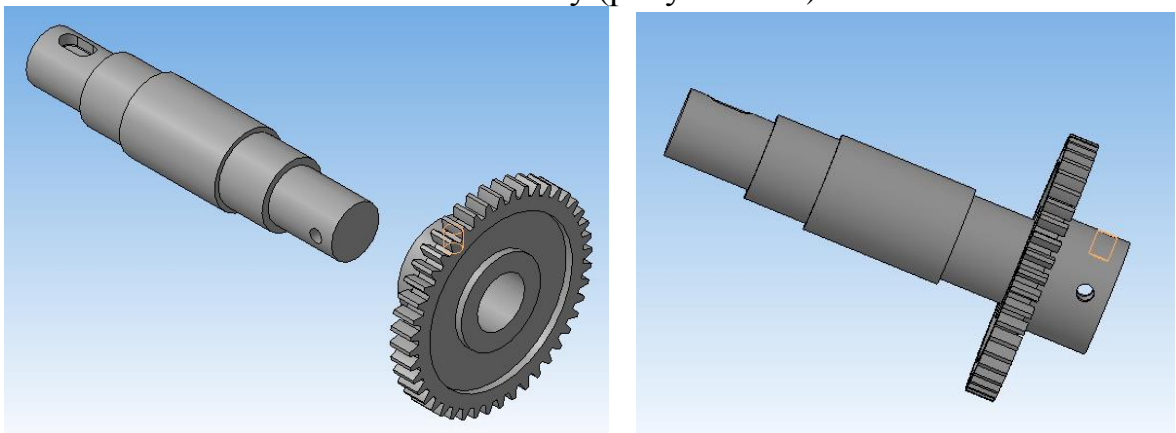

Рисунок 123.
4. Далее выберите команду «Соосность» и поочередно укажите внутреннюю поверхность отверстия на валу и на зубчатом колесе. *Зубчатое колесо* займет свое положение на валу (рисунок 123).